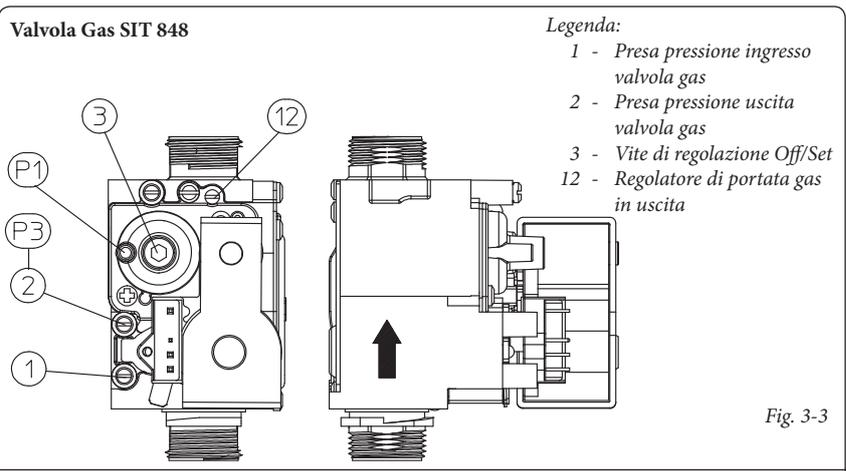

Fig. 3-3
Taratura del CO₂ massima (potenza nominale). Entrare in fase spazzacamino senza effettuare prelievi di acqua sanitaria e portare il selettore riscaldamento al massimo (ruotarlo completamente in senso orario) Per avere un valore esatto della CO₂ nei fumi è necessario che il tecnico inserisca fino in fondo la sonda di prelievo nel pozzetto, quindi verificare che il valore di CO₂ sia quello indicato nella tabella seguente, in caso contrario regolare sulla vite (12 Fig. 3-3) (regolatore portata gas). Per aumentare il valore di CO₂ è necessario ruotare la vite di regolazione (12) in senso antiorario e viceversa se si vuole diminuire. Ad ogni variazione di regolazione è necessario aspettare che la caldaia si stabilizzi al valore impostato (circa 30 sec.).
Taratura del CO₂ minima (potenza minima). Al termine della regolazione della CO₂ massima portare il selettore riscaldamento al minimo (ruotarlo completamente in senso antiorario) sempre senza effettuare prelievi di acqua sanitaria. Per avere un valore esatto della CO₂ nei fumi è necessario che il tecnico inserisca fino in fondo la sonda di prelievo nel pozzetto, quindi verificare che il valore di CO₂ sia quello indicato nella tabella seguente, in caso contrario regolare sulla vite (3 Fig. 3-3) (regolatore di Off-Set). Per aumentare il valore di CO₂ è necessario ruotare la vite di regolazione (3) in senso orario e viceversa se si vuole diminuire.